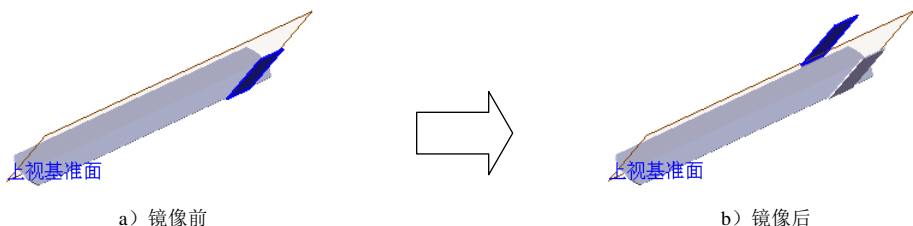

图 15.4.16 镜像 1
Step4. 创建图 15.4.16 所示的镜像 1。
- (1) 选择命令。选择下拉菜单 **插入(I)** → **阵列/镜向(E)** → **镜向(M)...** 命令。
- (2) 定义镜像基准面。选取上视基准面作为镜像基准面。
- (3) 定义镜像对象。选择边线—法兰 1 作为镜像 1 的对象。
- (4) 单击 按钮，完成镜像 1 的创建。